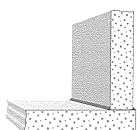

fig. 23
7.4.1. Kopse verlijming (fig. 23)